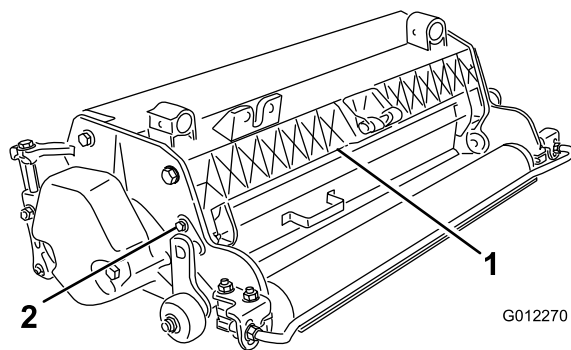

図 5
1. グラス・シールドのピボットについているボルトをゆるめる 図 5。
2. グラスシールドを希望する高さに調節し、ボルトを締める 図 5。